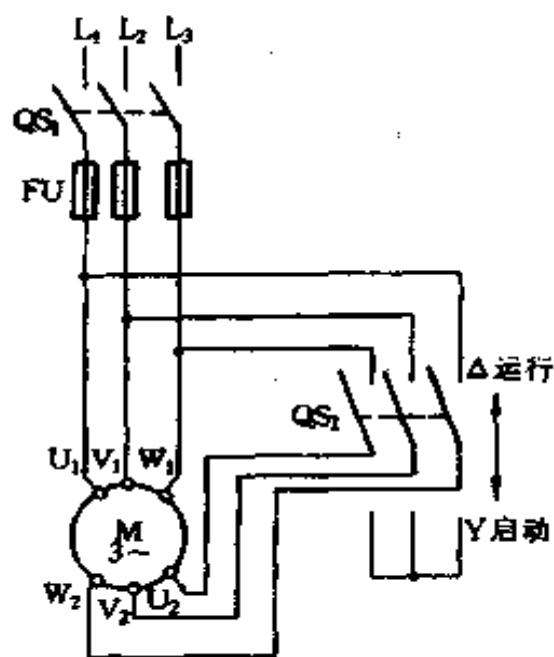

图 2-10 九线闸接线原理图
(1) 画出电气原理图。
① 九线闸(双投开关)接线原理图如图 2-10 所示。